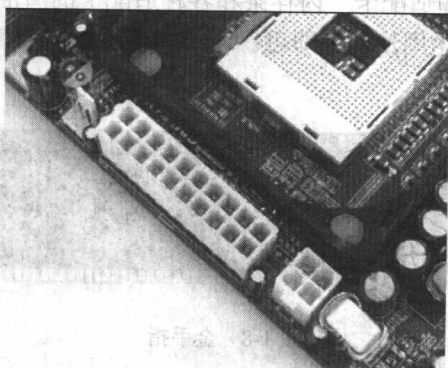

图 1-7 拔下电源插头的主板
(7) 拔下主板电源插头 电源插头插在主板电源插座上, ATX 电源插头是双排 20 针插头, 插头上有一个小塑料卡, 捏住它就可以拔下 ATX 电源插头。AT 电源插头为两只六针插头 P8、P9, 平稳向上拔出即可。最后还原 AT 电源插头时请注意方向, 六针插头 P8、P9 中间的黑线应靠在一起向下插入, 方向错误将导致电源短路。如图 1-7 所示。